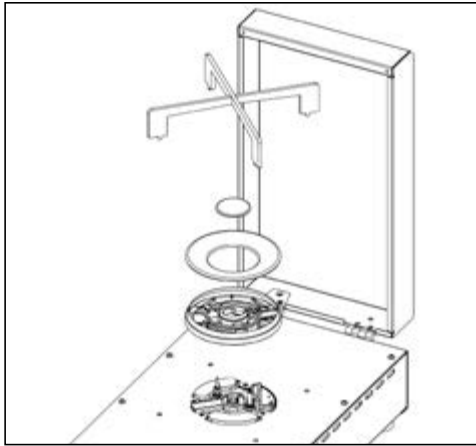

FIG. 1
- den Grillrost entfernen, die Kappen und den Kronenaufsatz abnehmen. (fig. 1)